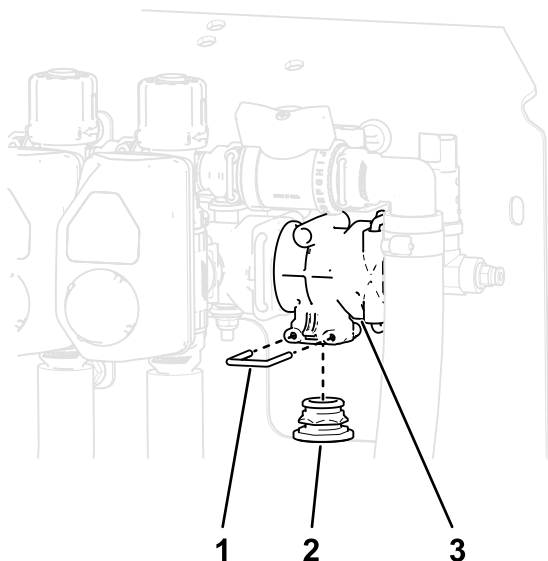

図 25
2. バイパスキャップを固定しているリテーナを取り外し、マシンのTマニホールドの底部からバイパスキャップを取り外す。(図 25)。